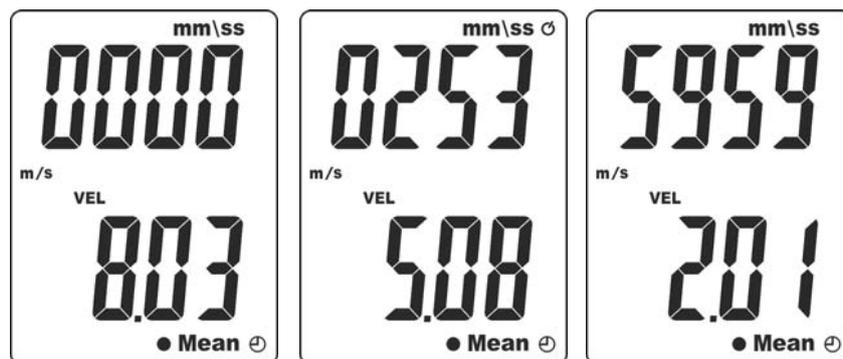

Fig. 9: Valor médio da velocidade calculado no tempo
5. Premir durante cerca de (>2s) o botão **MEAN**. Os símbolos “Mean” e “☺” e a velocidade do ar são apresentados respetivamente na parte inferior do display e no display secundário enquanto os símbolos “0000” e “mm/ss” (Timer expresso em minutos/segundos) são apresentados no display principal (ver Fig. 9 – parte esquerda)
6. Premir o botão **ENT** para ativar o tempo de medida (campo: **1s ÷ 59min, 59sec**) indicado no display principal enquanto a velocidade do ar está sempre em execução (ver Fig. 9 – parte central referida a um tempo de medição de 2min e 53s)
8. Premir o botão **MEAN** para terminar a medição. Os símbolos “Mean” e “☺” ficam intermitentes no display e o valor da média calculada no tempo de medida nos valores salvos com um intervalo de amostragem fixo de 1s é apresentado no display secundário (ver Fig. 9 – parte direita)
9. Para o tempo de medida de mais de **20 minutos** (ver Fig. 9 – parte direita) é necessário desativar o desligamento automático do instrumento (ver § 4.4)